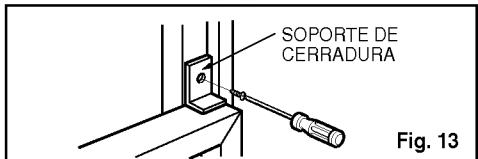

Fig. 13
9. Se debe instalar el asa antes de fijar el frente decorativo. (Ver Fig. 13)